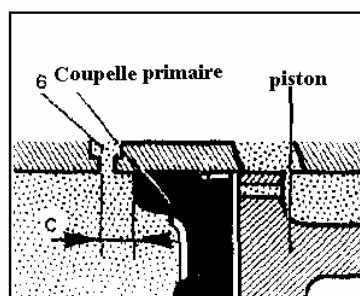
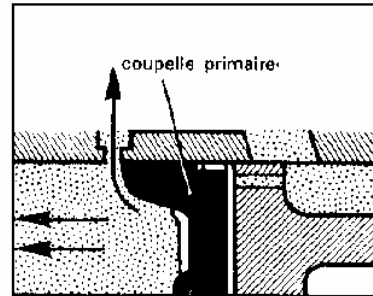

Fig 4: Repos
Fig 5: Avant fermeture
Sous l'action du ressort, le piston est maintenu contre sa rondelle butée (9) et la soupape de pression résiduelle contre son siège (3). Le trou de dilatation (6) étant dégagé (fig 4), la communication avec le réservoir de compensation est établie.
Sous l'action de la tige depoussée, le piston et la coupelle primaire sont déplacés vers le fond de l'alésage. Après une course © (fig4), la lèvre de la coupelle primaire obture le trou de dilatation (6). Pendant la course c, une petite quantité de liquide est refoulée par le trou de dilatation vers le réservoir de compensation (fig5).